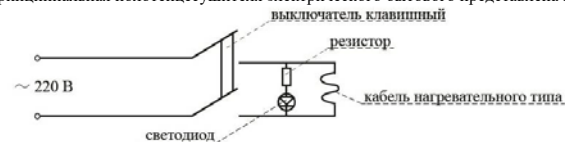

Рис.6
5.1. Схема электрическая принципиальная полотенцесушителя электрического бытового представлена на Рис.6.